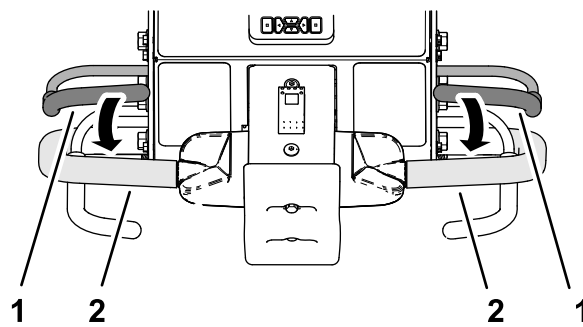

Figura 93
- Agarre el manillar izquierdo o derecho y la barra de presencia del operador (Figura 93) y apriete la barra hacia el manillar.